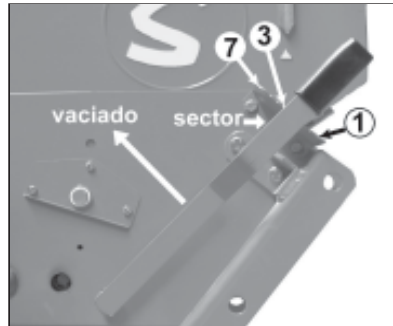

fig. 10
- N° 1, pour petites semences (fig. 10)
- N° 3, pour blé et orge (fig. 10)
Pour vider la trémie on doit placer l'auget sous les distributeurs et on doit faire bouger le levier jusqu'à dépasser le n° 7. (fig. 10)